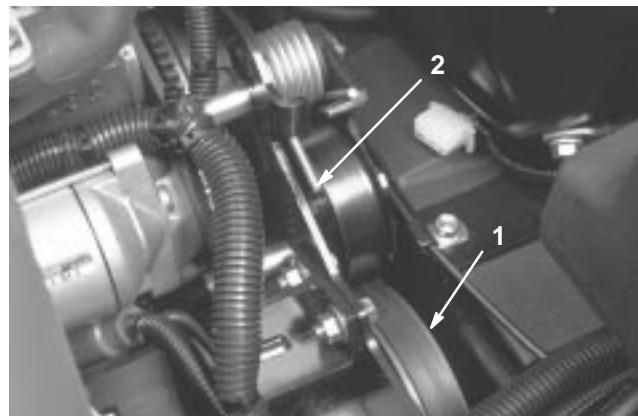

Bild 50
2. Drücken Sie das Ende der Feder (Bild 50) ab- und vorwärts, um die Feder aus dem Bügel auszuheben und die Feder zu entspannen.